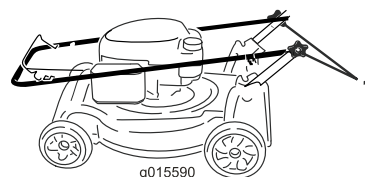

Figura 33
1. Solte os botões do manípulo até conseguir mover o manípulo livremente (Figura 33).
1. Botão do manípulo (2)
2. Mova o manípulo para a frente, como indicado em Figura 33.